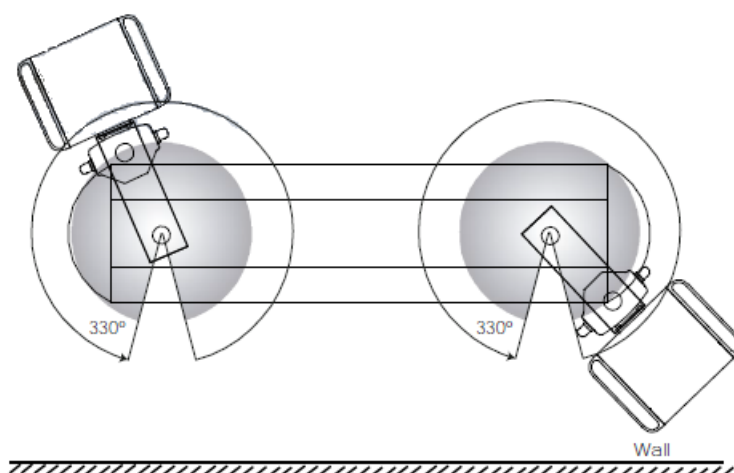

Fig.10 Plage de pivotement des bras d'extension sur une section ABITUS
- Pour régler la butée droite du pivot de la colonne, déplacez la colonne jusqu'à sa position maximale, comme indiqué dans la partie supérieure droite de la figure 10.